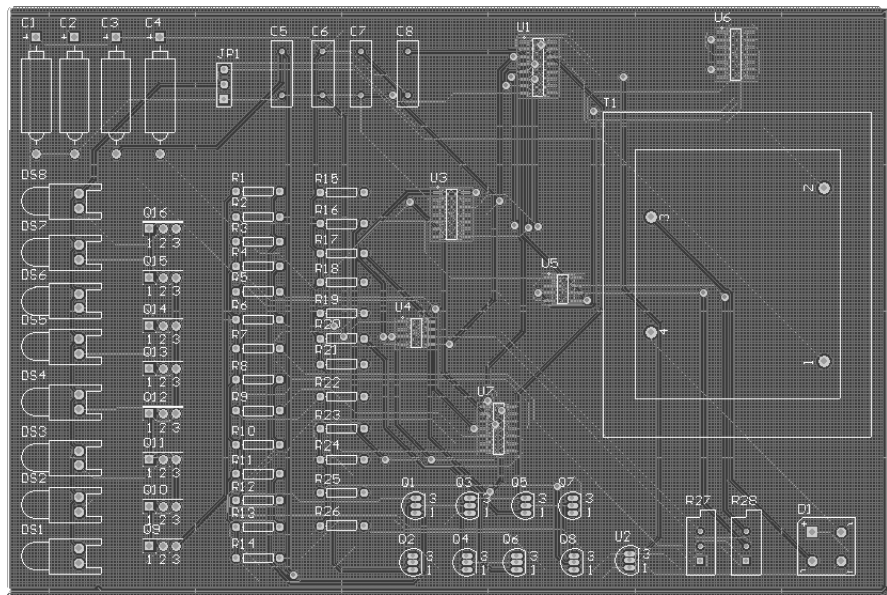

图 16-34 PCB 覆铜
2) 退出“多边形覆铜”对话框后, 鼠标变成十字形, 在 PCB 上绘制一个覆铜的区域, 就可以将铜箔覆到 PCB 上, 如图 16-34 所示。